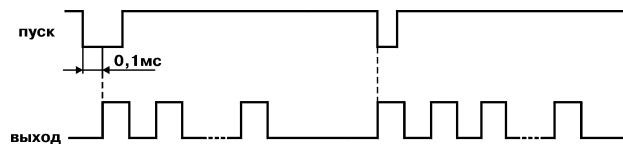

Рис. 5
3.1.3.2. Импульс «**Пуск**» запускает выполнение программы сначала или с места установки (рис. 5). Длительность импульса не менее 0,1 с. Задержка реакции прибора на сигнал "Пуск" составляет не более 0,1 мс.